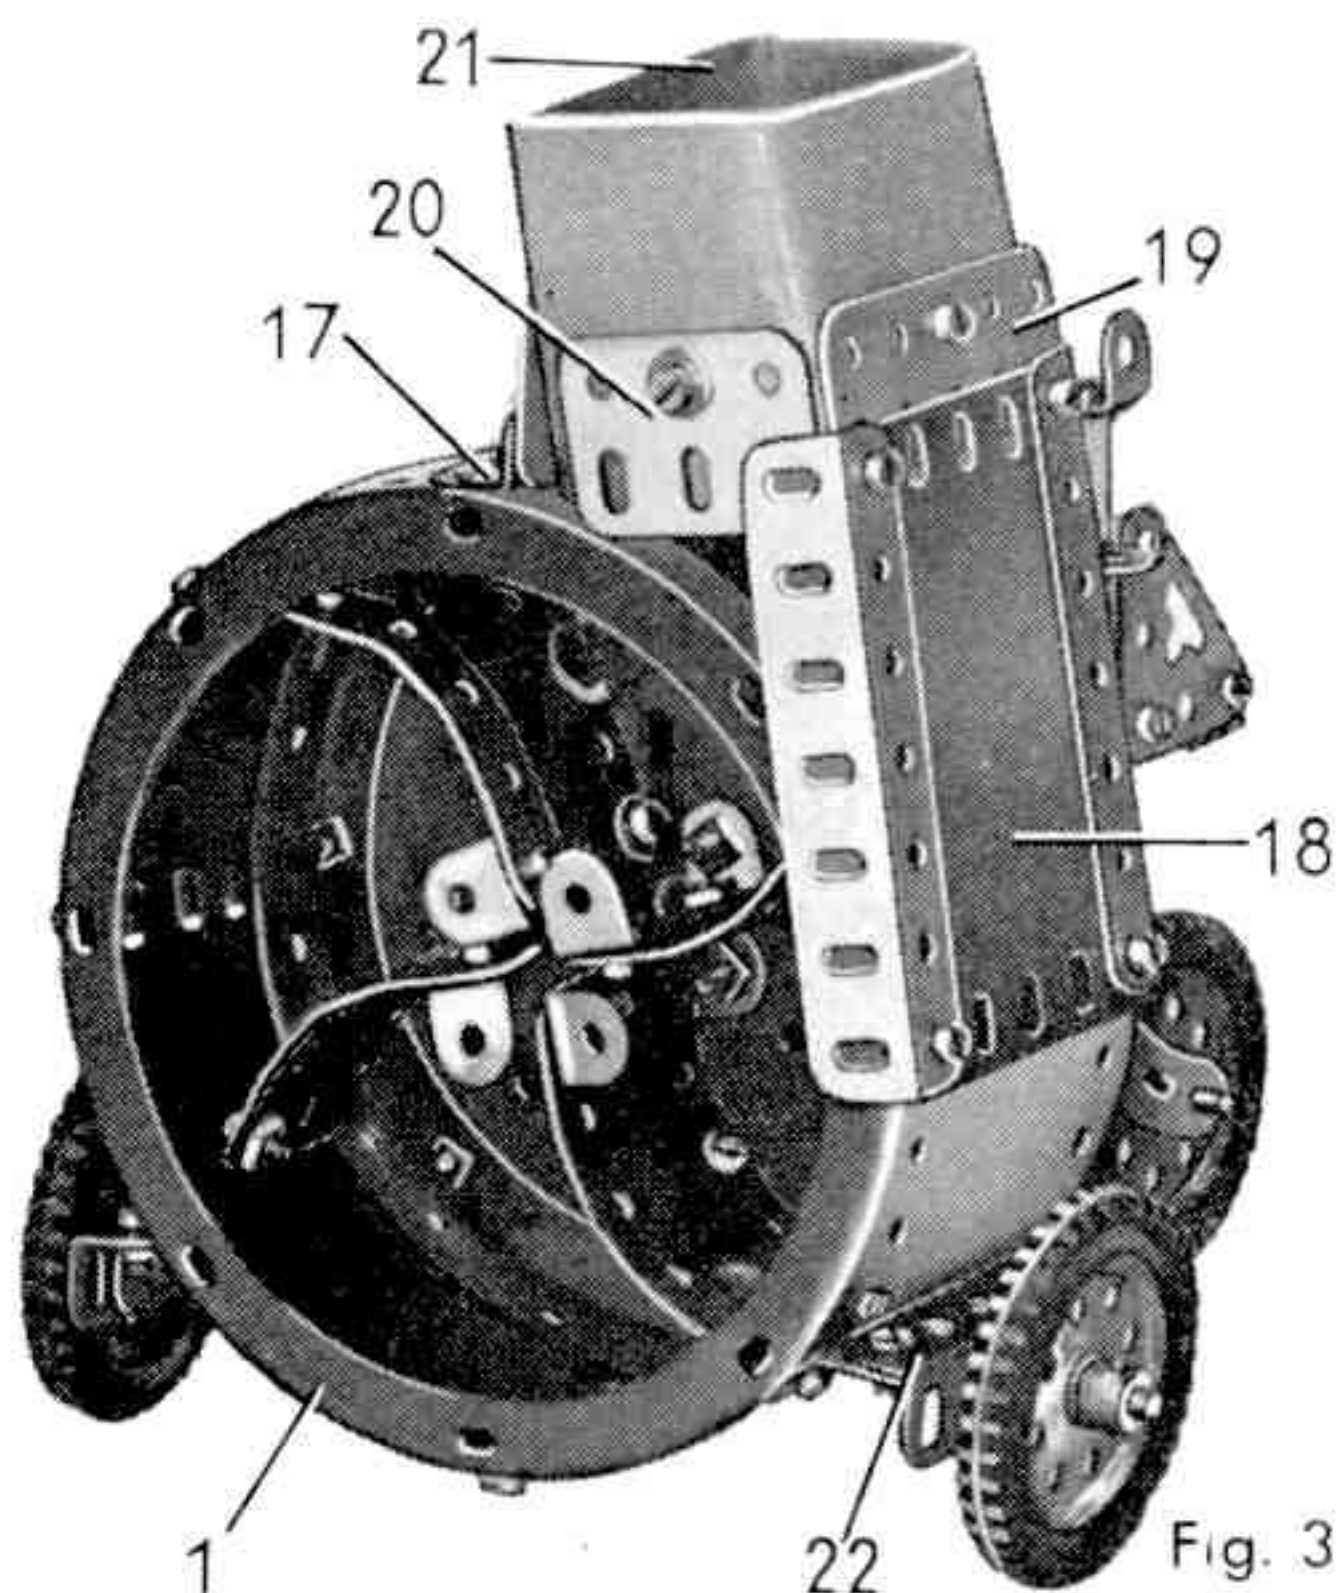

Fig. 3
une plaque flexible de 9×6 cm. (18) (fig. 3).
Les roues sur lesquelles se déplace l'aspirateur sont des poulies de 38 mm. munies de pneus. Chaque roue avant tourne librement sur une tringle de 4 cm. bloquée dans un bras de manivelle double. La roue est tenue en place par une bague d'arrêt et le bras de manivelle est boulonné sous une cornière de 5 trous (22) (fig. 3). La cornière (22) est reliée par deux équerres à 135° à une bande de 5 trous fixée entre la longrine circulaire (1) et le flasque (2).